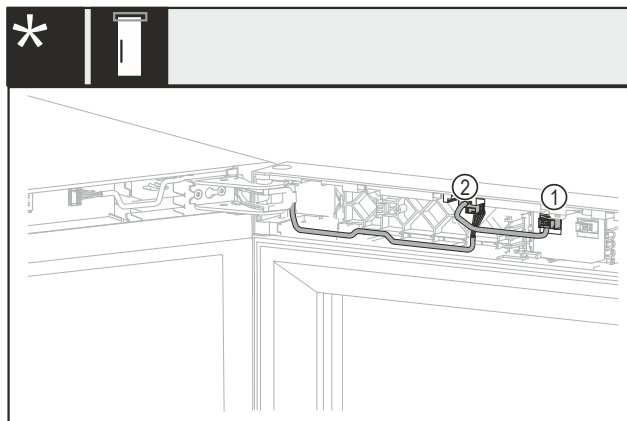

Fig. 9 Bez zámku nebo s mechanickým zámekem
- Zástrčku Fig. 9 (1) vytáhněte.
- Zástrčku Fig. 9 (2) vytáhněte.